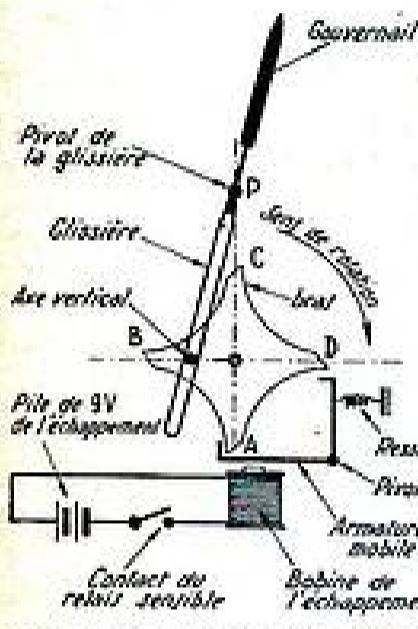

Fig. 4 : Principe de l'échappement
**Le rôle de l'échappement :** Nous rappelons que les débutants en télécommande, le rôle de l'échappement (figure 4).
Aux quatre positions successives du bras B correspondent quatre orientations du gouvernail. Sur la position du schéma de la figure 4, la vedette tourne à gauche. Lorsque B est en C, le gouvernail est droit ; il en est de même lorsque B est en A. Lorsque le bras B se trouve en D, la vedette tourne à droite.